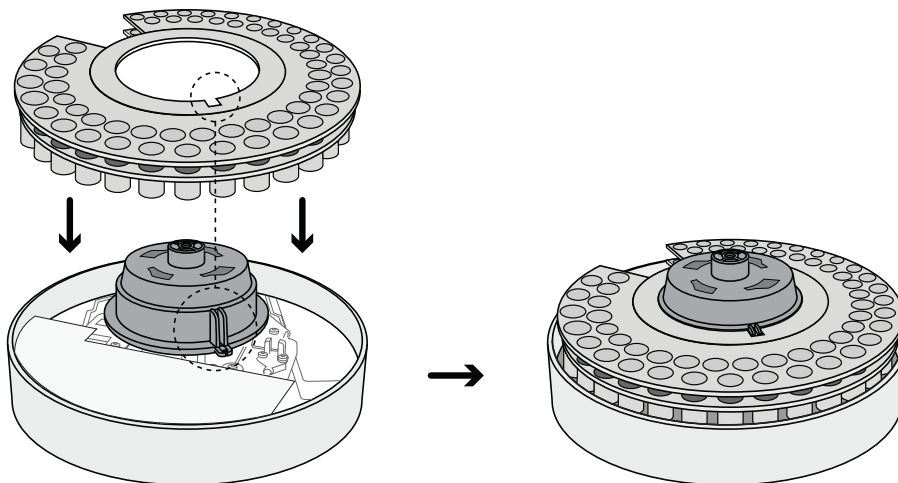

Figure 9 Placez la tourelle sur la fente de la tourelle
- 2 Alignez les encoches du moyeu de la tourelle à la fente intérieure de la tourelle, et placez la tourelle sur le moyeu (Figure 9).